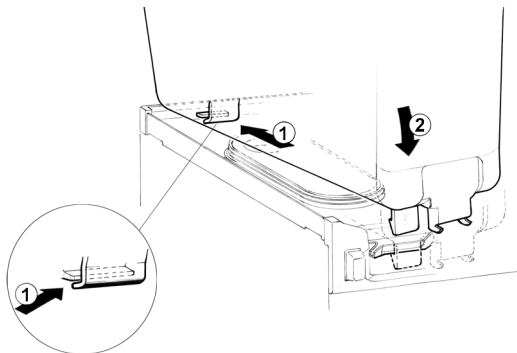

figure 7
**5** Placer le réservoir sur l'appareil. Pour faciliter cette opération, mouiller avec de l'eau le joint du réservoir. Veuillez contrôler que le crochet sur le côté postérieur de la cuve est bien placé dans son siège sur l'égouttoir supérieur (voir figure 7).